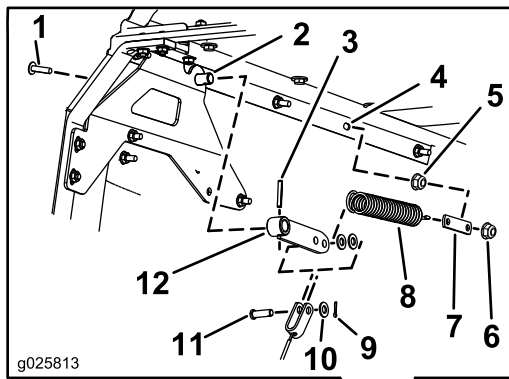

Figure 10
2. Repérez et percez un trou de 6,8 mm (9/32 po) de diamètre dans la trémie (Figure 10).
3. Fixez la barrette de liaison du ressort au moyen d'une vis à tête bombée (1/4 x 1 po), d'un écrou à embase dentelée (1/4 po) et d'un contre-écrou (1/4 po), comme montré à la Figure 10.
10. Attachez les extrémités supérieures des câbles aux soudures des bras du volet au moyen des rondelles (5/16 po), des axes de chape (5/16 x 1-49/64) et des goupilles fendues (3/32 x 1/2 po), comme montré à la Figure 10.
13. Sur le côté gauche de la trémie, attachez le ressort à la barrette de liaison et au bras du volet (Figure 10).